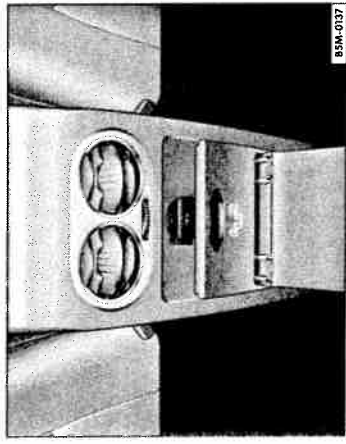

Fig. 98 Consola centrală spate: Europriza de 230 Volți.
- Rabatați în jos capacul prizei din consola centrală ⇒ fig. 98.